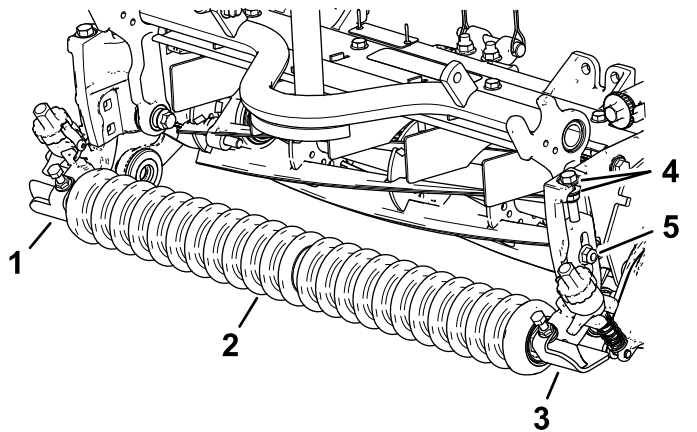

图 10
1. 使用之前卸下的托架螺栓将左、右剪草高度支架组件和前滚筒组件松松地安装到滚刀组侧板上 **图 10**。